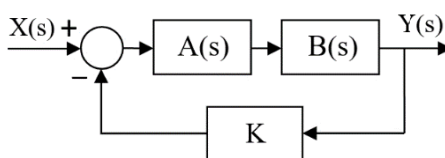

figura 2
- Dopo aver individuato il tipo di sistema dello schema di *figura 2*, determinare il valore della costante **K** in modo che l'errore di velocità e di accelerazione risultino minori dell'1%.